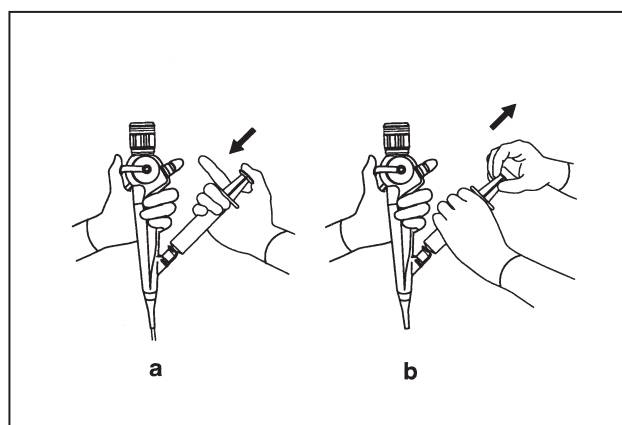

Рис. 4.6
2. Нажмите на поршень для введения жидкости для лаважа в инструментальный канал (см. рис. 4.6а).
3. При присоединённом шприце медленно оттяните поршень шприца для аспирации жидкости после проведения лаважа (см. рис. 4.6б).